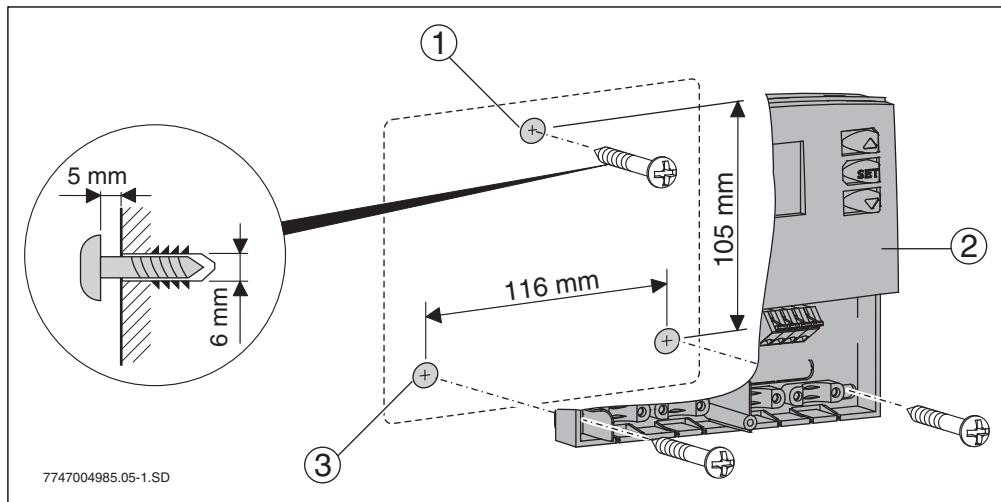

Fig. 5 Instalação do controlador na parede
- Perfurar o orifício superior de fixação (→fig. 5, pos. 1) e aparafusar o parafuso fornecido até 5 mm. Soltar o parafuso sob o controlador e retirar a tampa. Suspender o controlador no entalhe da caixa. Marcar o orifício inferior de fixação (→ fig. 5, pos. 2), perfurar o orifício e colocar a bucha. Alinhar o controlador e aparafusar bem nos orifícios de fixação inferiores à esquerda e à direita.